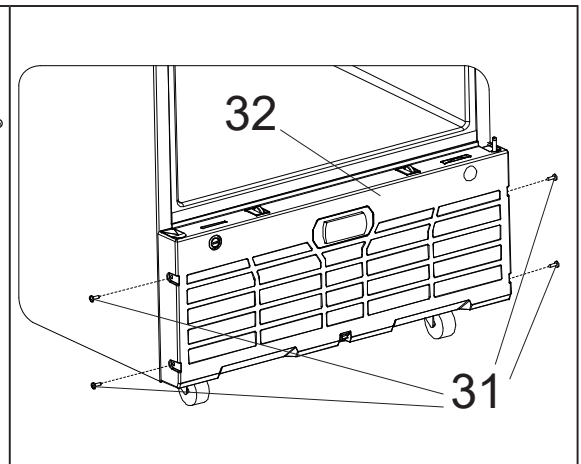

Рисунок 13
5. Крестовой отверткой выкрутите винты 31 цокольной панели 32 (см. рис. 13). Слегка вытяните ее на себя и положите на пол.